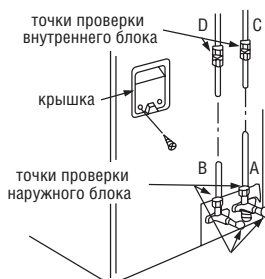

Рис. 12
- Перед пробным пуском кондиционера полностью откройте все клапаны, иначе производительность его работы будет низкой и может возникнуть неисправность (рис. 12).